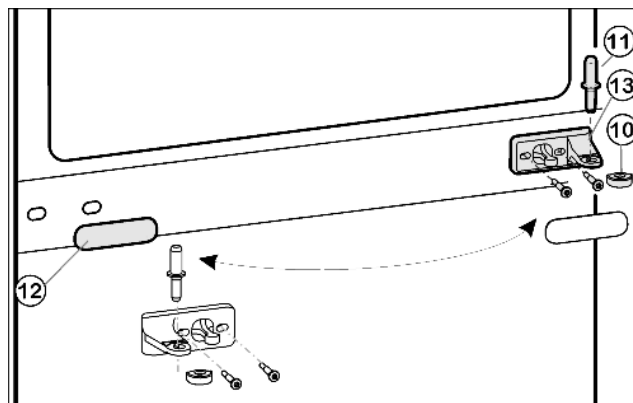
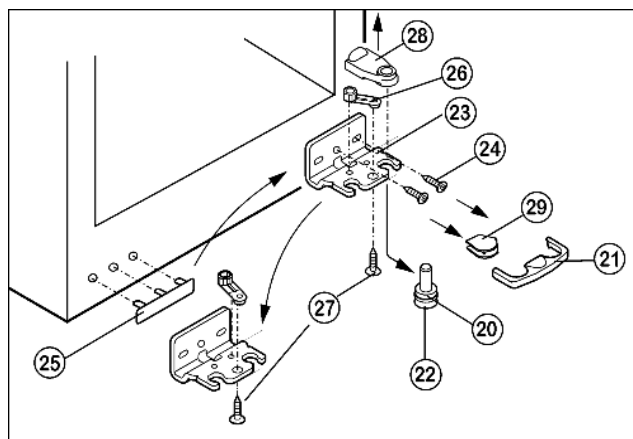

Fig. 5
Fig. 6
- Plastovou čepičku Fig. 5 (10) stáhněte.
- Prostřední ložiskový čep Fig. 5 (11) vytáhněte ze stojanu ložiska a spodních dveří.
- Krytku Fig. 5 (12) opatrně stáhněte.
- Odšroubujte prostřední stojan ložiska Fig. 5 (13) a přesad'te na novou stranu závěsu otočený o 180°.
- Krytku Fig. 5 (12) zasuňte na nové straně madla.
- Kryt Fig. 6 (21) stáhněte dolů dopředu.
- Kryt Fig. 6 (29) dole stáhněte.*
- Kryt Fig. 6 (28) odeberte směrem nahoru.*
- Nastavitelnou nožku Fig. 6 (22) zcela zašroubujte.
- Ložiskový čep Fig. 6 (22) vytáhněte dolů a dopředu. Přitom je třeba dávat pozor na pouzdro závěsu Fig. 6 (20).
- Stojan ložiska Fig. 6 (23) odšroubujte (2x Torx 25) Fig. 6 (24).
- Díl ložiska Fig. 6 (26) odšroubujte (1x Torx 25) Fig. 6 (27) a přemístěte do protilehlého otvoru stojanu ložiska, zase přišroubujte.
- Krytku Fig. 6 (25) na straně madla opatrně vytáhněte a přemístěte.
- Stojan ložiska Fig. 6 (23) na nové straně závěsu případně pomocí akumulátorového šroubováku zase našroubujte přes vnější podélný a kulatý otvor.
- Přístroj zase lehce nahněte dozadu a ložiskový čep Fig. 6 (22) přemístěte.
- Spodní dveře nasadíte shora na spodní ložiskový čep Fig. 6 (22).
- Plastovou krytku Fig. 5 (10) zase nasadíte otočenou o 180° na prostřední stojan ložiska Fig. 5 (13).
- Prostřední ložiskový čep Fig. 5 (11) vložte přes prostřední pouzdro ložiska Fig. 5 (13) do spodních dveří na nové straně závěsu.
- Horní dveře usadíte na prostředním ložiskovém čepu Fig. 5 (11).
- Dveře případně pomocí obou podélných děr ve spodním stojanu ložiska Fig. 6 (23) a v prostředním stojanu ložiska Fig. 5 (13) vyrovnejte tak, aby licovaly, a pak šrouby pevně dotáhněte.
- Kryt Fig. 6 (21) zase zatlačte na stojan ložiska dole.